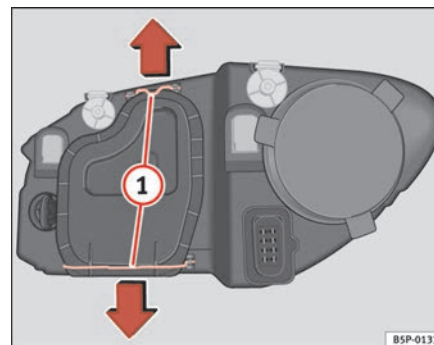

Fig. 184 Anabbaglianti
- Far scorrere i tiranti ⇒ pag. 267, fig. 184 ① nel senso della freccia e sfilare la chiusura.